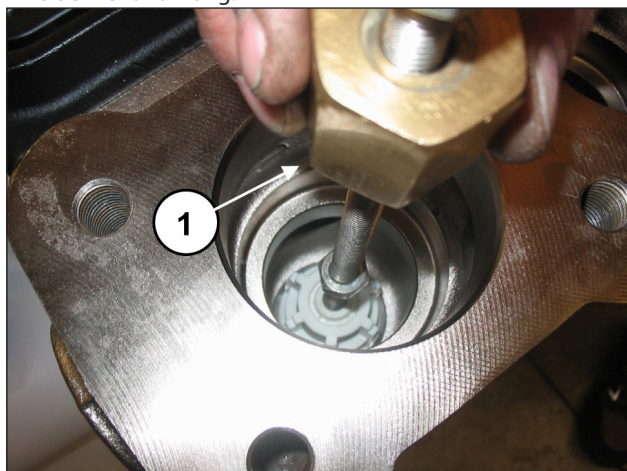

Abb. 105
Entfernen Sie die Saugventilgruppe mithilfe eines Abziehers mit Schlagwerk (Art. 27516400) an der Bohrung M10 der Ventilführung (Pos. ①, Abb. 105) oder, zusätzlich, eines eventuellen Adapters M10-M16 (Art. 25089700) am Gewinde M16 der Ventilführung.